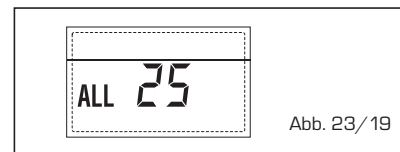

Abb. 23/19
- STÖRUNG HILFSSONDE (S3) "ALL 26" (Abb. 23/20)